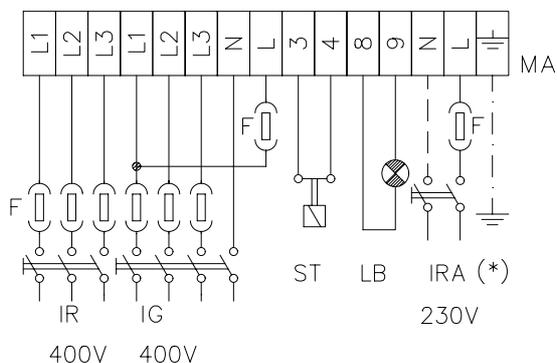

Fig. 3
- Eseguire i collegamenti elettrici alla morsetti di alimentazione seguendo lo schema in Fig. 3; verificare il senso di rotazione del motore del ventilatore e rimontare il coperchio del quadro.